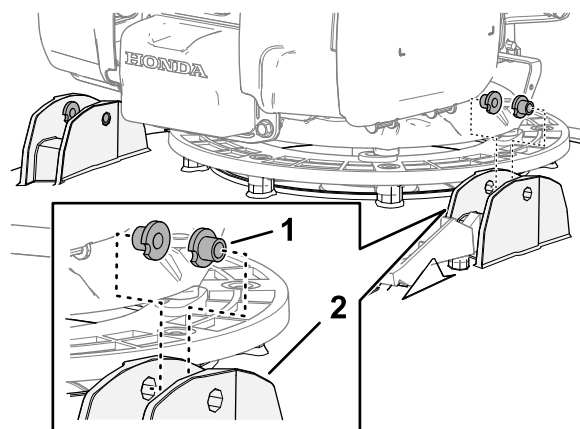

Рисунок 5
1. Вставьте две Т-образные втулки во фланцы рукоятки дека газонокосилки (Рисунок 5).